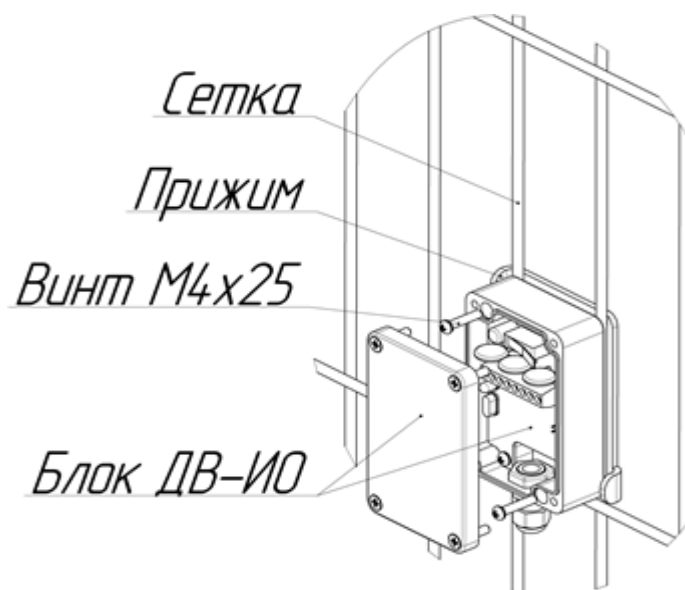

Рисунок 1 – Крепление извещателя на сетке ограждения
- Извещатель ДВ-ИО устанавливается непосредственно на нижнюю панель заграждения посередине секции при помощи КМЧ (прижим на сетку) (рисунок 1). Учитывая, что вибрация заграждения при воздействиях на него передаются через металлические опоры, при условии жесткого крепления полотен секций на металлических опорах, ДВ-ИО может использоваться для контроля 3 секций, при этом рекомендуется дополнительное соединение секций между собой